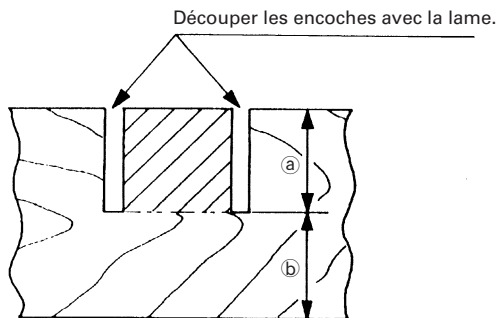

Fig. 47
Les encoches dans les pièces se découpent comme indiqué à la Fig. 47 en réglant le boulon de réglage de la profondeur de 8mm.
- (1) Desserrer l'écrou à oreilles de 8mm et tourner le boulon de réglage de la profondeur de 8mm à la main.
- (2) Régler la profondeur de coupe voulue en réglant la distance entre la lame et la surface du socle (voir ① à la Fig. 47).
- (3) Quand le réglage est terminé, bien resserrer l'écrou à oreilles de 8mm.